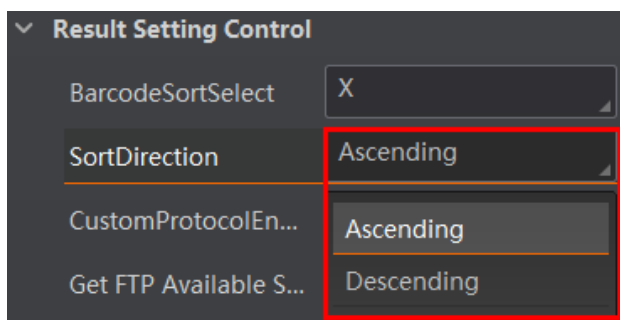

图4-58 条码输出排序规则
3. （可选）BarcodeSortSelect 参数选择为 X 或 Y 时，需要设置 SortDirection 参数，即排序规则。可选择 Ascending（升序）或 Descending（降序），如图 4-58 所示。